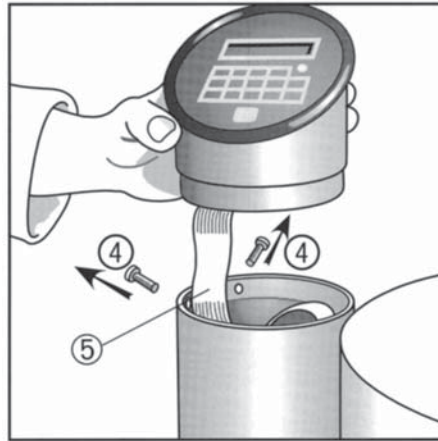

Bild 3
Entfernen Sie, wie in Bild 3 gezeigt, die beiden Befestigungsschrauben ④ des Bedienteils und ziehen Sie das Bedienteil vorsichtig nach oben aus der Bediensäule heraus.